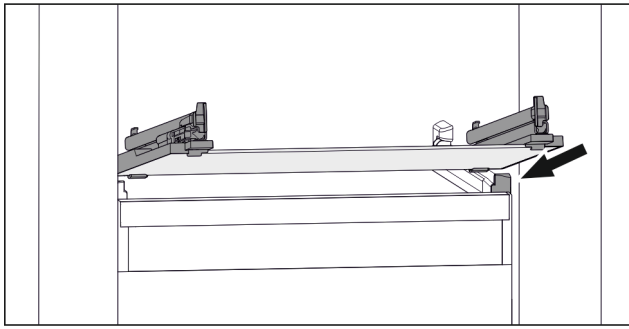

Fig. 154 Exemple de représentation de la tablette en verre
- ▶ Placer la tablette en verre, en l'inclinant, derrière les butées. (voir Fig. 154)